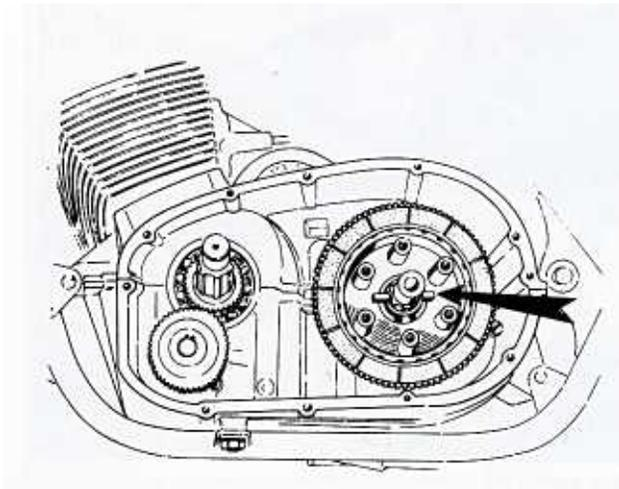

Bild 124
- Die Kupplungsgrundplatte ist mit Querstift, Anlaufscheibe und Sicherungsring auf der Getriebehauptwelle befestigt (Bild 124). Querstift und Sicherungsring herausnehmen und die Grundplatte ausbauen. An Kupplungen mit Stiftbefestigung der Federn sind